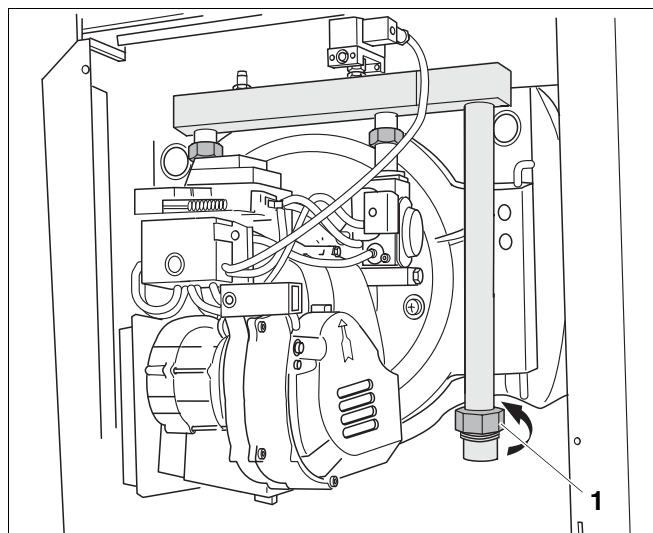

Fig. 19 Débranchement du raccord de gaz
- Débranchez le raccord du gaz (fig. 19, **pos. 1**).